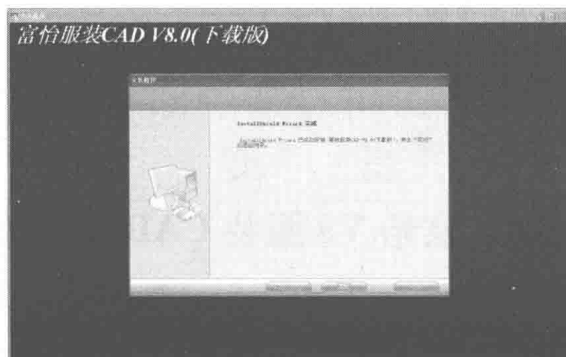

图 2-5
(7) 如图 2-5 所示，单击“完成”按钮，在计算机插上加密锁即可运行程序。如果在这种情况下打不开软件则需要手动安装加密锁驱动。